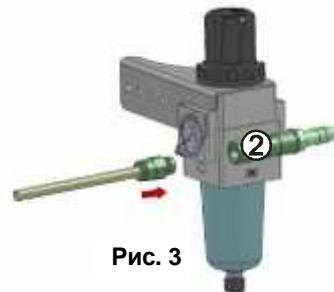

Рис. 3
Для других конструкций рекомендуется использовать АДАПТЕР 2.0 МПВ (2), рис.3 - поставка по дополнительной заявке.